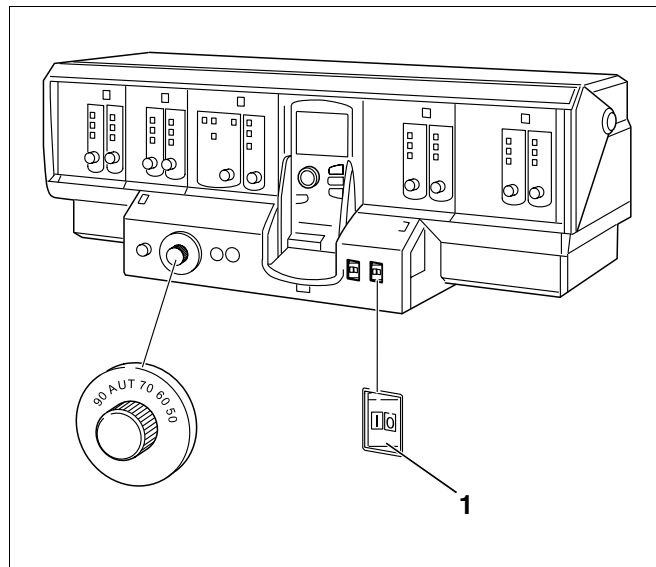

Fig. 70 Eksempel Logamatic 4311
- Sett driftsbryteren (Fig. 70, **Pos. 1**) på kontrollpanelet i stillingen "0".